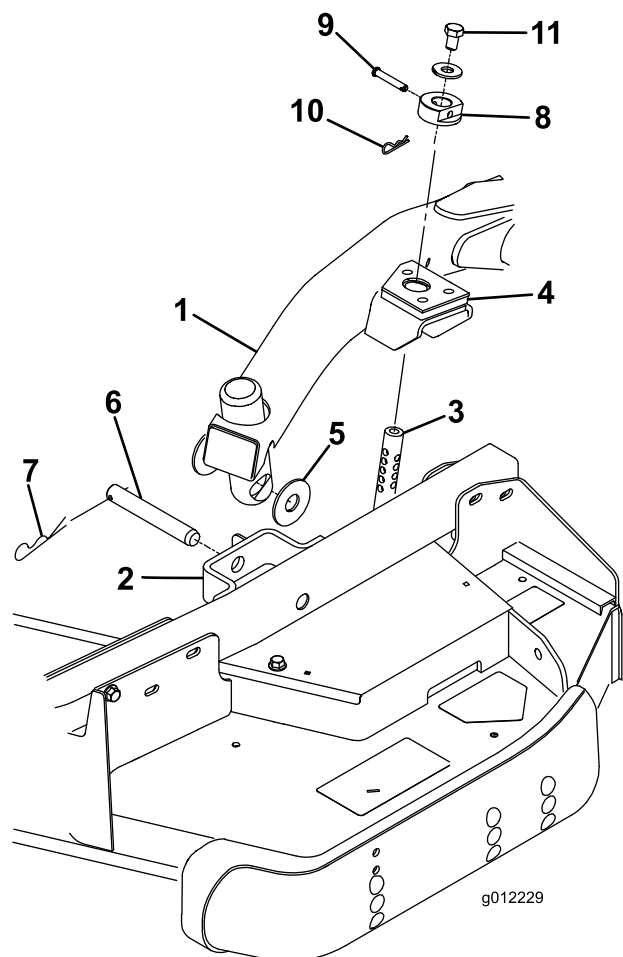

Figura 28
4. Portate la leva di sollevamento in posizione Float. Spingete verso il basso un braccio di sollevamento fino a quando i suoi fori non si trovano allineati ai fori della staffa del braccio della ruota orientabile e l'asta dell'altezza di taglio può essere inserita nei pattini del braccio di sollevamento (Figura 28).
5. Fissate il braccio di sollevamento al braccio della ruota orientabile con (2) rondelle di spinta, un perno con testa e una coppiglia. Posizionate le rondelle di spinta tra il braccio di sollevamento e la staffa del braccio della ruota orientabile (Figura 28). Inserite l'estremità della coppiglia nell'apposito intaglio di ritegno presente sulla linguetta del braccio della ruota orientabile.
9. Montate i collari dell'altezza di taglio sulle aste dell'altezza di taglio e fissateli con dei perni con testa e delle coppiglie (Figura 28). La testa del perno deve essere rivolta verso la parte anteriore del piatto di taglio.
10. Montate un bullone da 1/2 x 3/4 pollici e una rondella sulla sommità di ogni asta dell'altezza di taglio (Figura 28).